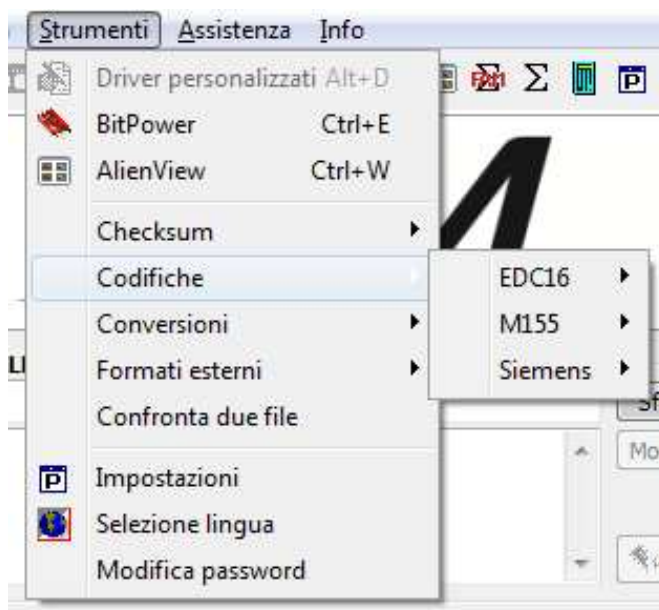

Figura 5: Elenco *Codifiche* disponibili.
1. Dalla finestra principale del programma, selezionare la voce *Strumenti* e successivamente *Codifiche* (Figura 5).